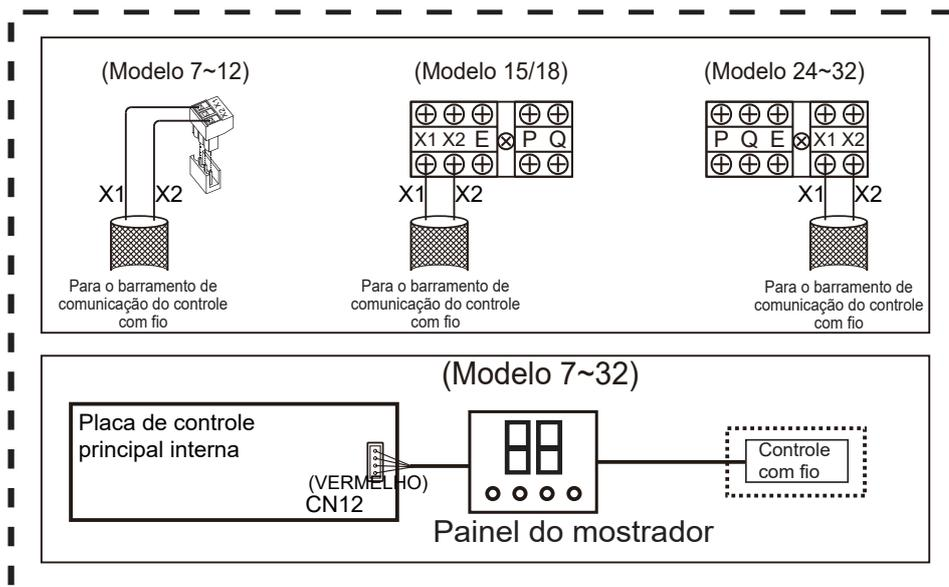

Figura 6.10
- As portas X1 e X2 nas laterais da placa de controle principal e a porta de comunicação unidirecional (lateral do painel do mostrador) são para diversos tipos de controles com fio (consulte a Figura 6.10).